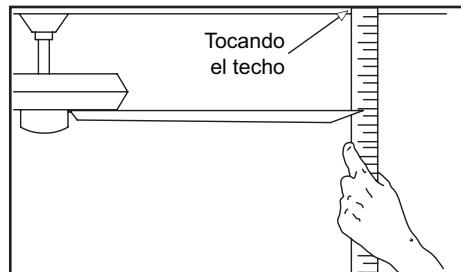

Figura 13
2. La mayoría de los problemas de oscilación del ventilador se deben a que las aspas no están al mismo nivel. Verifica este nivel seleccionando un punto en el techo sobre la punta de una de las aspas. Mide desde un punto en el centro de cada aspa al punto en el techo. Mide esta distancia como se muestra en la Figura 13. Gira el ventilador hasta que la siguiente aspa quede en posición para medir. Repite el procedimiento para cada aspa. Las desviaciones de la medición no deben pasar de 3.2 mm. Enciende el ventilador por 10 minutos.